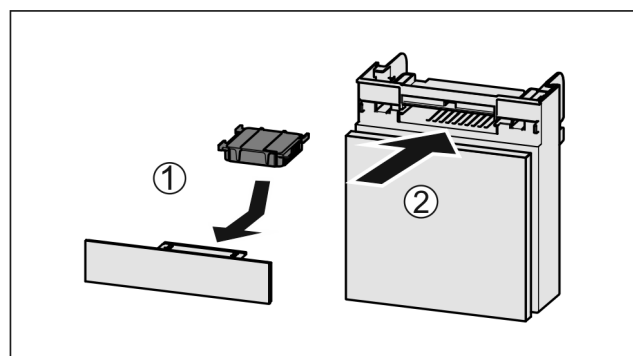

Fig. 156
- Aktivkohlefilter nach Abbildung einsetzen Fig. 156 (1).
- Fach einschieben Fig. 156 (2).